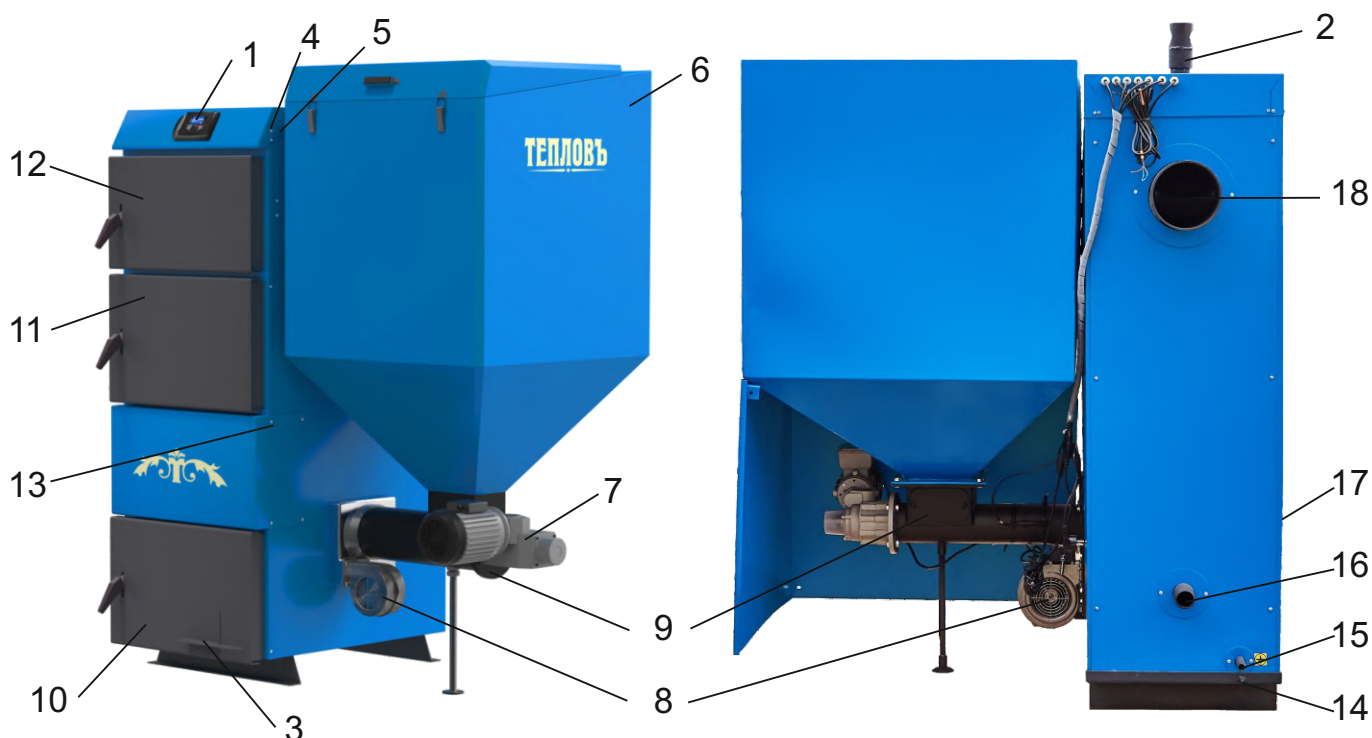

Рисунок 1 – Состав и устройство Котлов моделей TP15-150
10. Котел (рис.1) представляет собой стальной сварной теплоизолированный каркас, обшитый снаружи съемной декоративной облицовкой, и устанавливаемый на собственных опорах. Внутреннее пространство имеет сложную конфигурацию, включает в своем составе в том числе трубчатый теплообменник, предназначенный для циркулирования теплоносителя, листовые детали, образующие вместе со стенками каркаса камеру сжигания, воздухоподводящие каналы, систему дымоудаления из Котла (18). Внутри каркаса в нижней части расположены устройства: колосниковая решетка для размещения топлива (при работе на резервном топливе) и зольный ящик для сбора и удаления золы. Снаружи Котел имеет дверцы и окошки для обслуживания Котла (10,11,12), патрубки для подсоединения к трубопроводам водяного контура системы отопления (2, 16), патрубок для опорожнения теплообменника (15), штуцера для установки термодатчика и тягорегулятора (5). В нижней части котла справа или слева (по запросу сторона установки Горелки оговаривается) вмонтирована Горелка (9) выбранной мощности, которая соединяется с